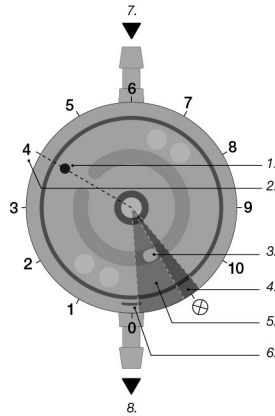

Fig. 10: Representación esquemática del rotor en una radiografía
Aquí es decisiva la posición de la entrada del canal (1) (fig. 10), que viene determinada por la posición del rotor.
La posición de la entrada del canal (1) muestra el nivel de reducción de flujo ajustado (2) (fig. 10).
Si la posición de la entrada del canal se encuentra en la zona gris oscura (4), la unidad de reducción y, por tanto, el sistema de derivación están cerrados (rango de cierre por derivación, «M.flow off» ⊗). El tope del rotor (3) sirve de orientación para que el nivel de reducción no se lea al revés; en una vista superior de la válvula implantada como se muestra en la fig. 10, el tope del rotor es visible en la parte inferior derecha.